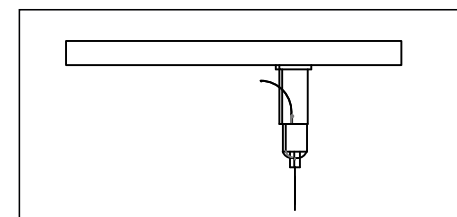

Рис. 2
- Закрепите фиксатор троса на монтажном креплении (рис. 2).